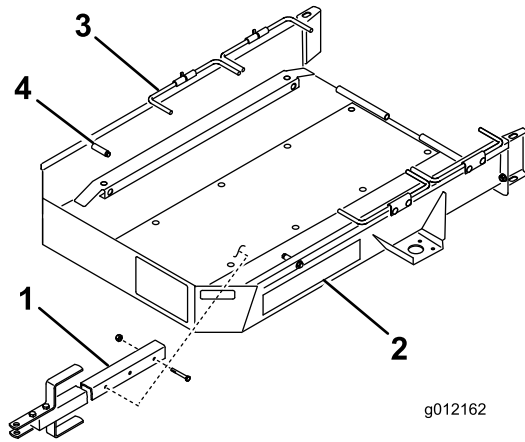

图1
1. 使用 2 个螺栓 3/8 x 2-3/4 英寸、2 个垫片和 2 个锁紧螺母将牵引杆总成安装到拖车底板下方的安装支架上。对于大多数应用应该使用牵引杆和支架前面的一组安装孔 图1。
3. 从机器上卸下集草斗分离滚刀驱动然后将油门移至最慢位置。**缓慢地**将机器开到拖车上直至行走轮接触到拖车止动装置图1。
5. 将第一组车轮杆向下旋转到行走轮的后面图1。